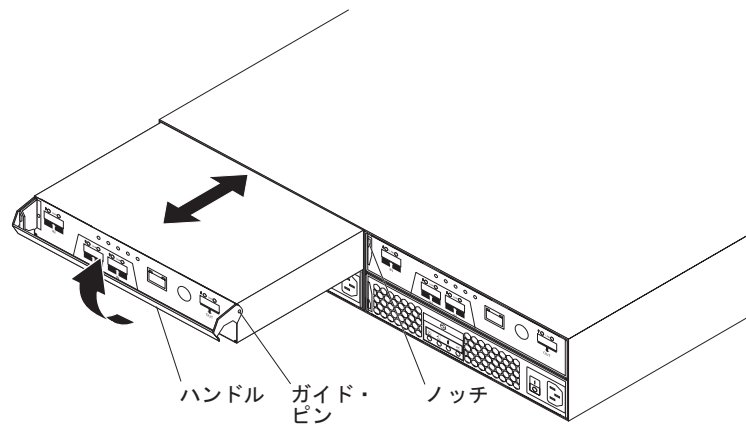

図 55. コントローラーの取り外し
- b. 図 55 に示されているように、ゆっくりハンドルをシャーシから引き離して、コントローラーをベイから取り外します。